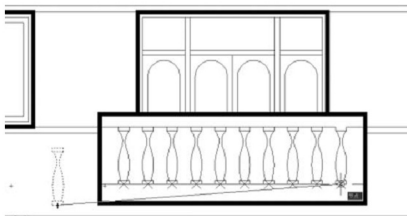

图 4.56 复制“花瓶”
(3) 用【复制】命令将“花瓶”复制到阳台上, “花瓶”最下部的中点和“点”相重合, 所以复制基点应选择在“花瓶”最下部的中点的部位, 结果如图 4.56 所示。